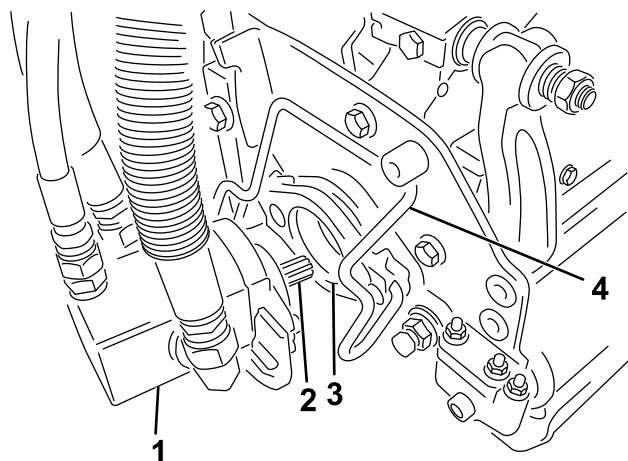

図 54
5. カッティングユニット用モータのスプラインシャフトにきれいなグリスを塗りつける図 54。
6. モータを、カッティングユニットの左側運転席から見てに取り付け、カッティングユニットについているモータ固定バーを、モータの上から被せるようにセットし、モータの左右から「カチッ」というロック音が聞こえるまで押し下げる図 54。